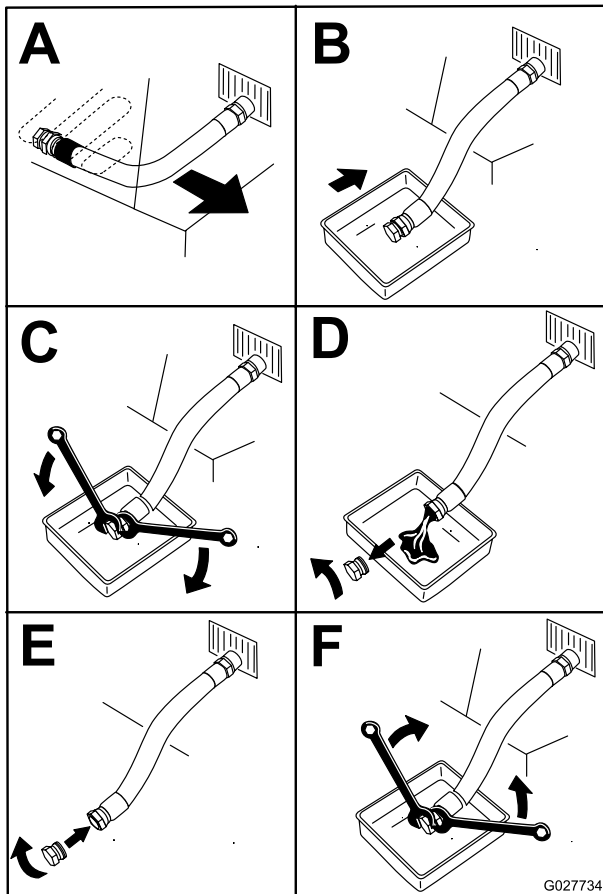

Figure 56
- Vidangez l'huile moteur (Figure 56).